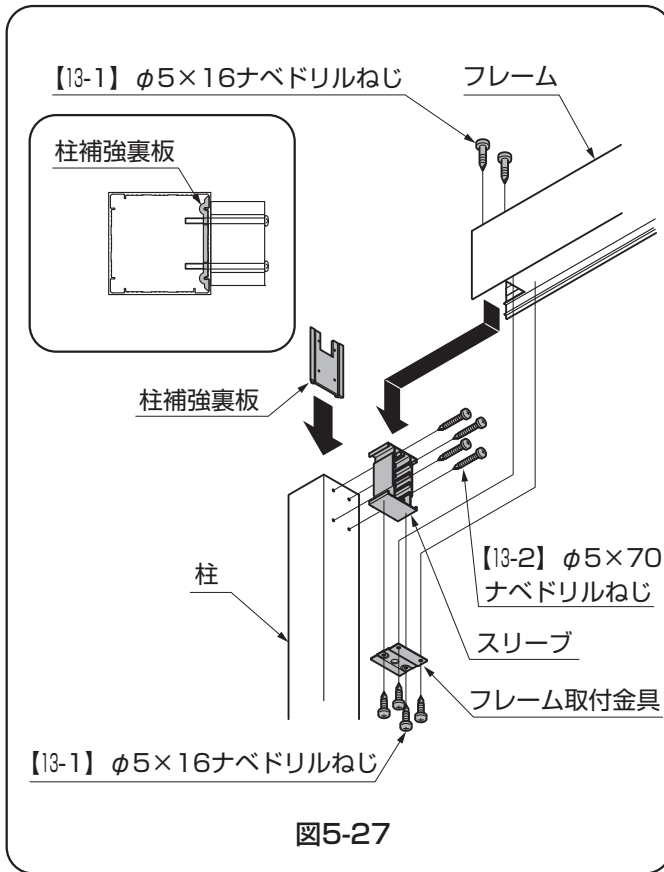

図5-27
- ② 柱内側に柱補強裏板を入れ、スリーブを【13-2】で取付けてください。(図5-27、図5-28参照)
- ③ スリーブをフレームに、【13-1】で取付けてください。
- ④ スリーブとフレームにフレーム取付金具を、【13-1】で取付けてください。
- ⑤ 柱にアンカー棒を差し込み柱を建込んでください。